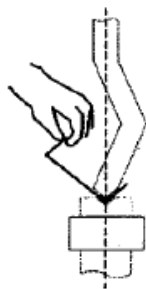
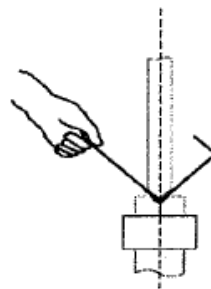

Fig. 1. Poinçon déporté pour supprimer le risque de cisaillement avec la tôle
Fig. 2. Point de cisaillement reporté sur la partie arrière
2. Choisir la forme des outils (figure 1) ou le sens des plis (figure 2) pour réduire au maximum les risques de pincement entre la tôle et l'outil ou le tablier